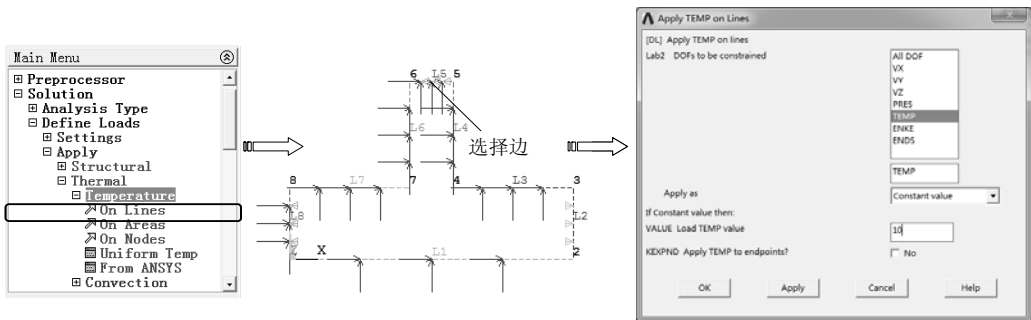

图 10-64 在线上施加温度
7) 选择“Main Menu>Solution>Define Loads>Apply>Thermal>Temperature>On Lines”命令，弹出实体选取对话框，选择左端竖线后，单击“OK”按钮，弹出“Apply TEMP on Lines”对话框，在“DOFs to be constrained”下拉列表选择“TEMP”，在“Load TEMP value”文本框中输入 10，单击“OK”按钮完成约束，如图 10-64 所示。